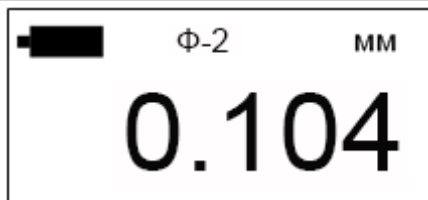

Рисунок 2.7 – Графический индикатор прибора после самонастройки
4. Далее произойдет самонастройка прибора, когда изображение названия датчика становится инвертированным (отражается на темном фоне). Следующий замер можно проводить после того, как изображение названия датчика примет обычный вид (через 1-2 сек), см. рис. 2.7.